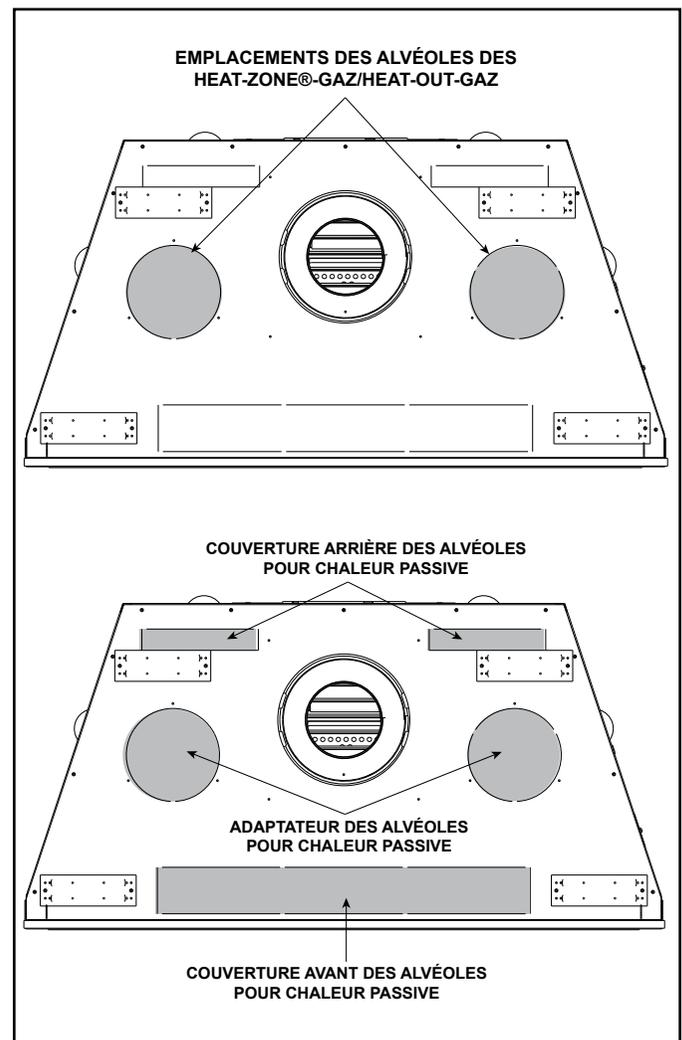

Figure 6.12 Emplacements des alvéoles défonçables de la gestion de la chaleur
- Localisez les deux alvéoles défonçables de gestion de la chaleur sur le dessus de l'appareil. Retirez l'alvéole défonçable du foyer et jetez-la. Voir la figure 6.12. On peut installer un ou deux systèmes de gestion de la chaleur. Retirez les alvéoles défonçables de l'appareil à l'aide de cisailles de ferblantier.
La chaleur passive peut être utilisée avec le HEAT-OUT-GAZ ou un HEAT-ZONE®-GAZ. Les alvéoles défonçables correspondantes, comme illustré à la figure 6.12, doivent uniquement être utilisées comme il est indiqué.